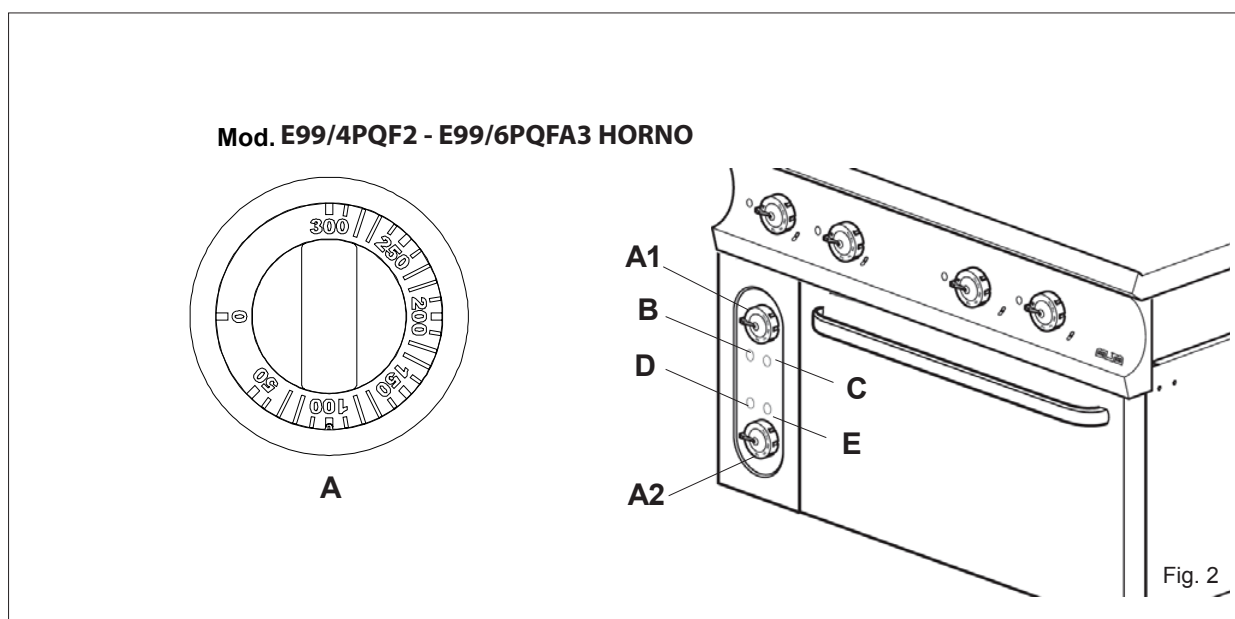

Fig. 2
- Girar el pomo (Pos. A1 y A2 - Fig. 2) en el sentido de las agujas del reloj, programando la temperatura deseada.
- El encendido de las luces testigo naranja (Pos. C y E - Fig. 2) indican el funcionamiento del termostato de las resistencias inferiores y superiores y por tanto que el horno está solicitando calor; cuando dentro de la cámara de cocción se alcanza la temperatura deseada correspondiente a la programada en el pomo (Pos. A - Fig. 2) la luz testigo naranja se apaga y se pueden introducir, por tanto, en el horno los alimentos que se desea cocer.